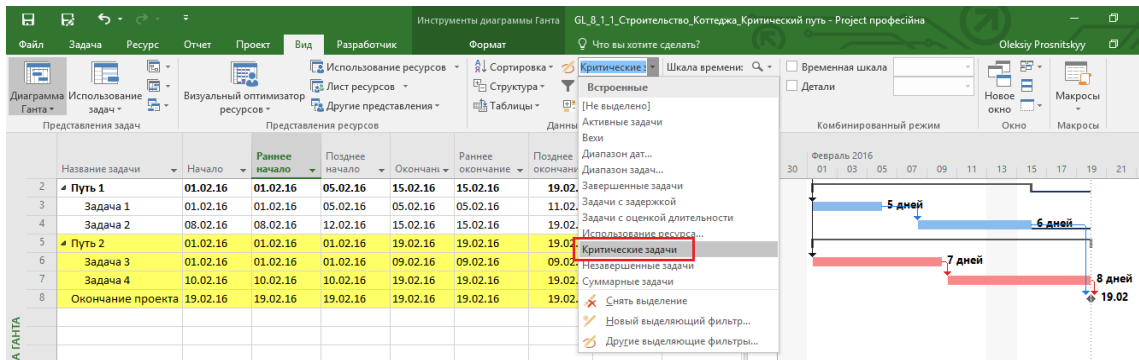

Рисунок 8.3 – Выделяющий фильтр критического пути
2. На закладке «Вид» применить выделяющий фильтр «Критический задачи». При применении выделяющего фильтра Microsoft Project желтым цветом выделит строки критических задач (см. Рисунок 8.3).